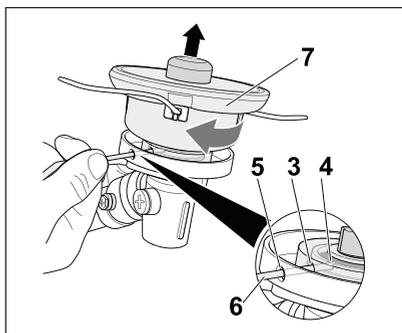

Fig. 05
- Insira a chave Allen (6), nos orifícios (5), (3) e (4), para travar o conjunto (Fig. 05).